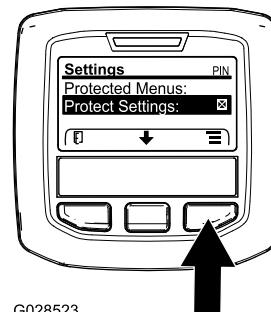

Figura 27
- Dal MENU PRINCIPALE, premete il pulsante centrale per scorrere in giù fino al MENU IMPOSTAZIONI, poi premete il pulsante destro (Figura 27).